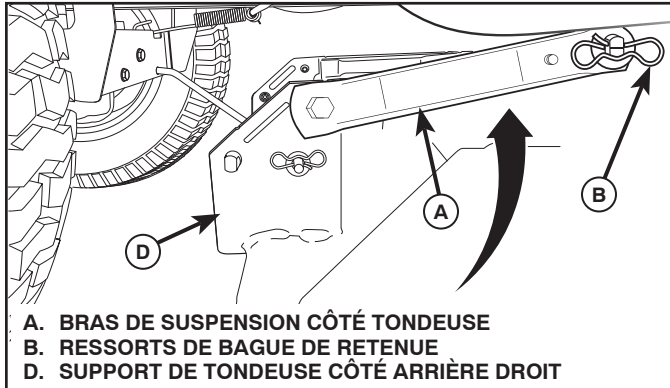

Fig. 31
## 6. ATTACHER LES BRAS DE SUSPENSION (A) CÔTÉ TONDEUSE AU CHÂSSIS (Voir la Fig. 31)
- Mettre le trou avant du bras de suspension (A) sur la goupille sur l'extérieur du châssis du tracteur et fixer avec la grande rondelle et la grande retenue à ressort (B).